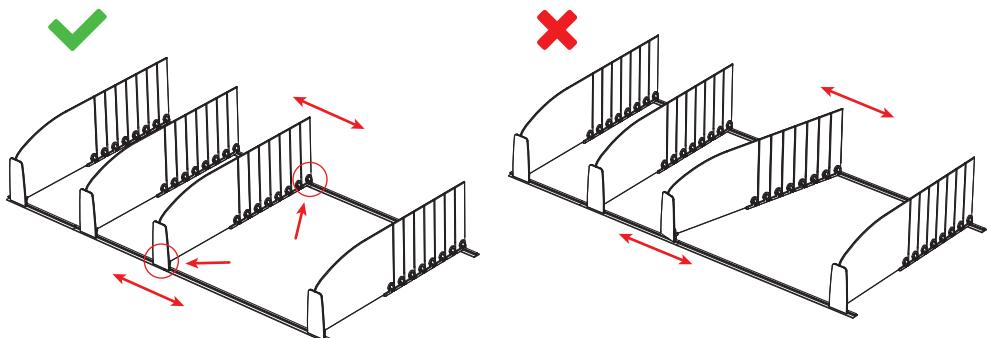

Рис. 4
- 2.1. В случаях, когда требуется поменять делитель или изменить планограмму выкладки товара, возникает необходимость перемещения делителя без съема вдоль направляющих профилей. Для этого следует, придерживая делитель пальцами обеих рук спереди и сзади как можно ближе к задействованным фиксаторам, переместить его вдоль направляющих профилей, избегая изгибов и иных деформаций (см. рис. 4).